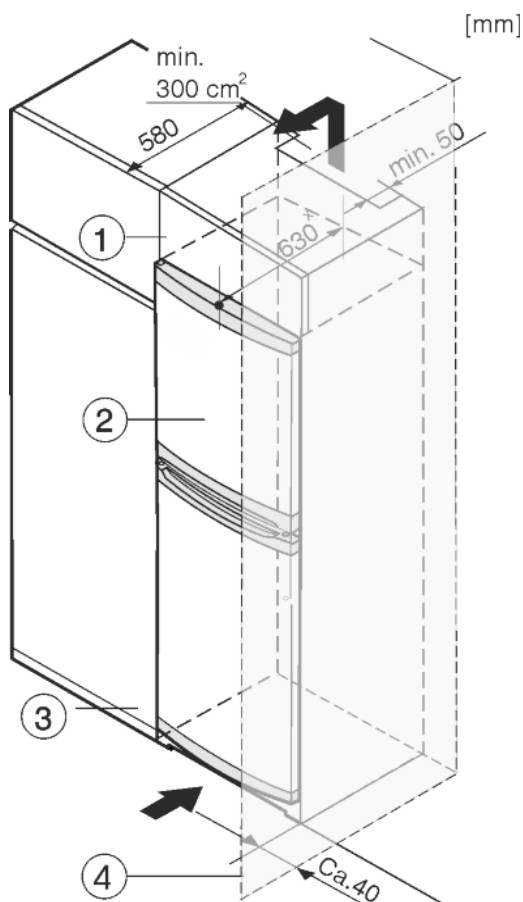

Fig. 8
L'appareil peut être réagencé avec des buffets de cuisine. Pour adapter l'appareil Fig. 8 (2) à la hauteur du coin cuisine, une rehausse Fig. 8 (1) peut être posée sur l'appareil.
Lors de la transformation avec des placards de cuisine (profondeur max. 580 mm), l'appareil peut être placé directement à côté du placard de cuisine Fig. 8 (3). L'appareil dépasse latéralement de 34 mm \* et de 50 mm \* au centre de l'appareil par rapport à la face avant du placard de cuisine.
Si l'appareil est installé avec les charnières à côté d'un mur *Fig. 8 (4)*, la distance entre l'appareil et le mur doit être de 40 mm min. Ceci correspond à la saillie de la poignée lorsque la porte est ouverte.